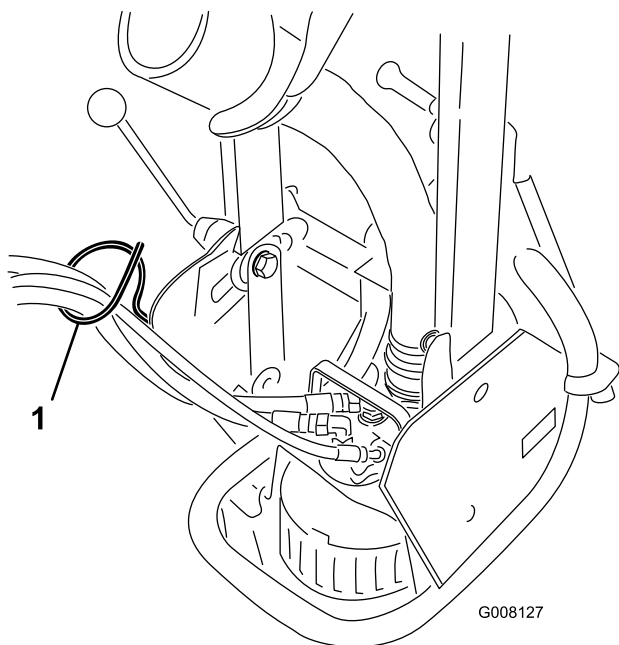

Figura 4
6. Conecte los manguitos hidráulicos al sistema de hidráulica remota del Sand Pro. Coloque los manguitos en la guía de manguitos (Figura 4). Evite torcer o formar curvas cerradas en los manguitos hidráulicos.